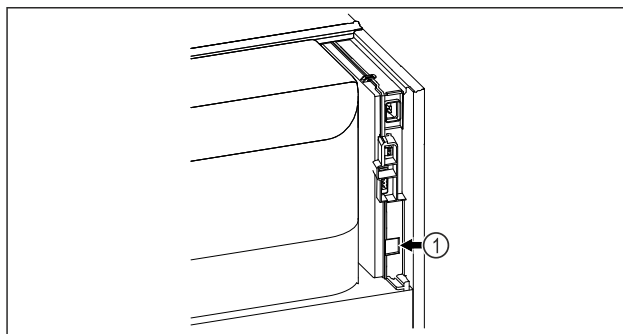

Fig. 47
- SmartModule Fig. 47 (1) è inserito.